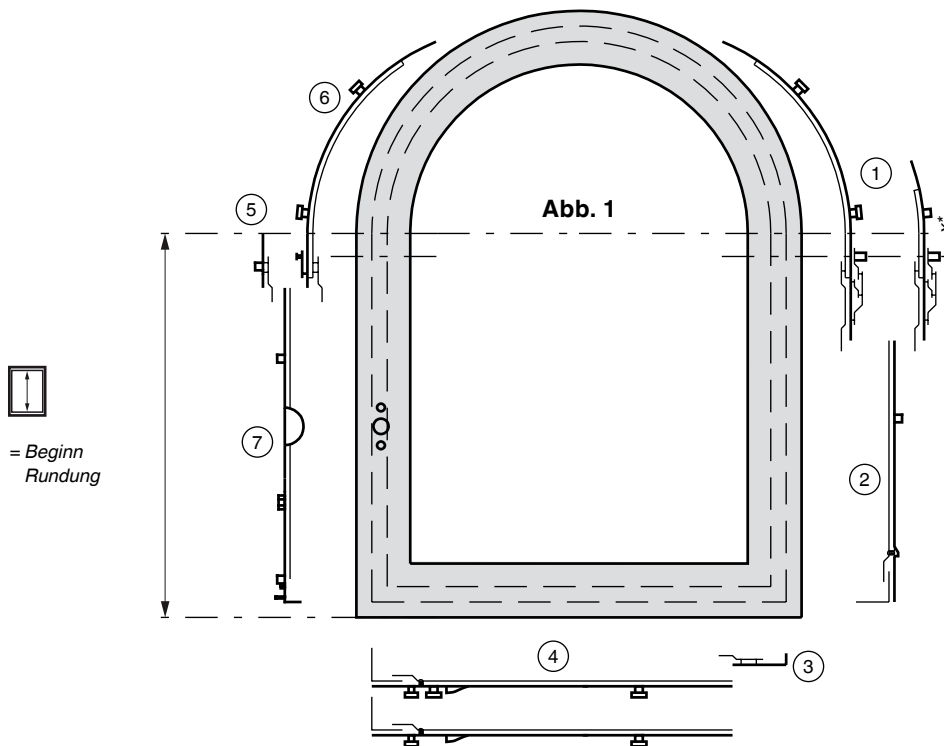

Abb. 2
2. **Winkeltrieb bandseitig** ② ablängen und einbauen. Abstand von Flügelfalz-kante beachten (s. Abb. 2). Winkeltrieb am Nutgrund extra verschrauben (s. Abb. 4). Ab FFH 1450 mm zuerst Verlängerungsriegel einlegen.
3. **Winkelanschluss** ③ montieren.
4. **Kippverschluss waagrecht mit Hebekeil oder Winkeltrieb unten** ④ ablängen und einbauen. Abstand von Flügelfalz-kante beachten (s. Abb. 2). Winkeltrieb am Nutgrund extra verschrauben (s. Abb. 4).